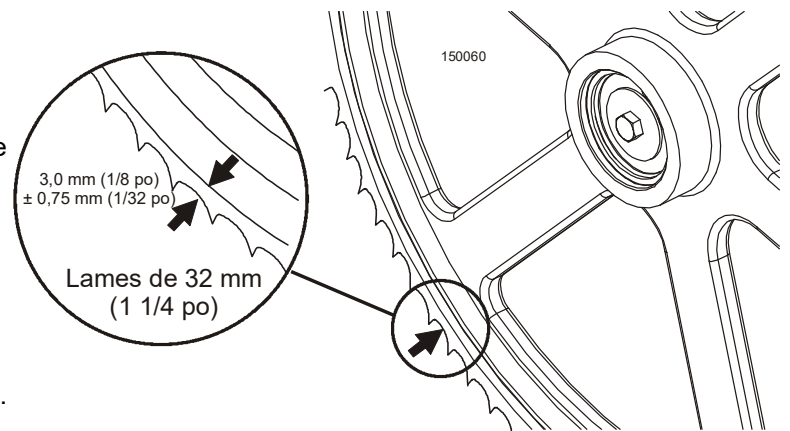

FIG. 8-14
8. Si nécessaire, réglez le volant libre pour positionner la lame comme montré sur la Figure 8-14.